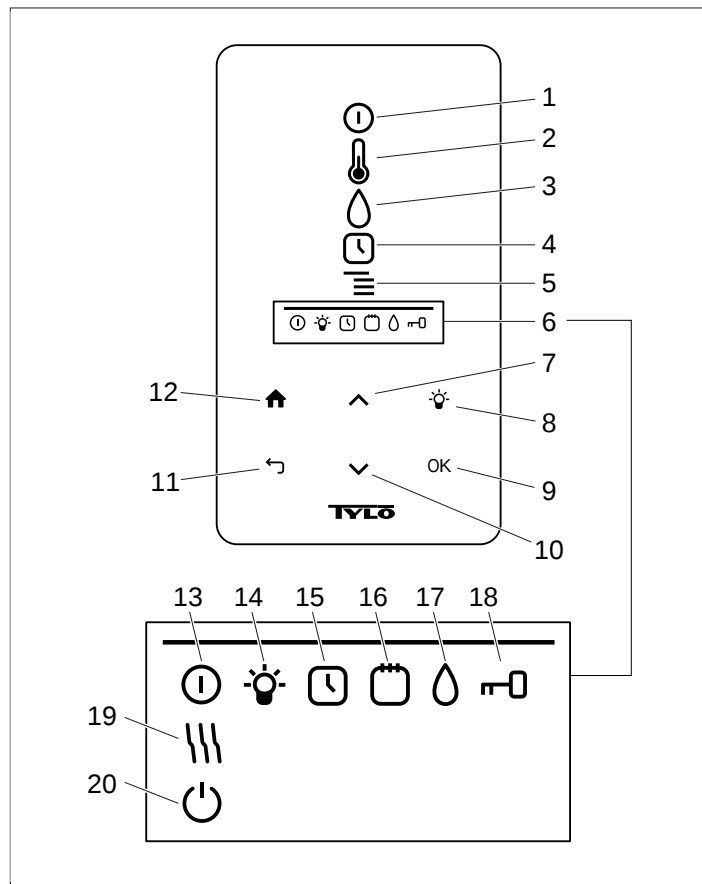
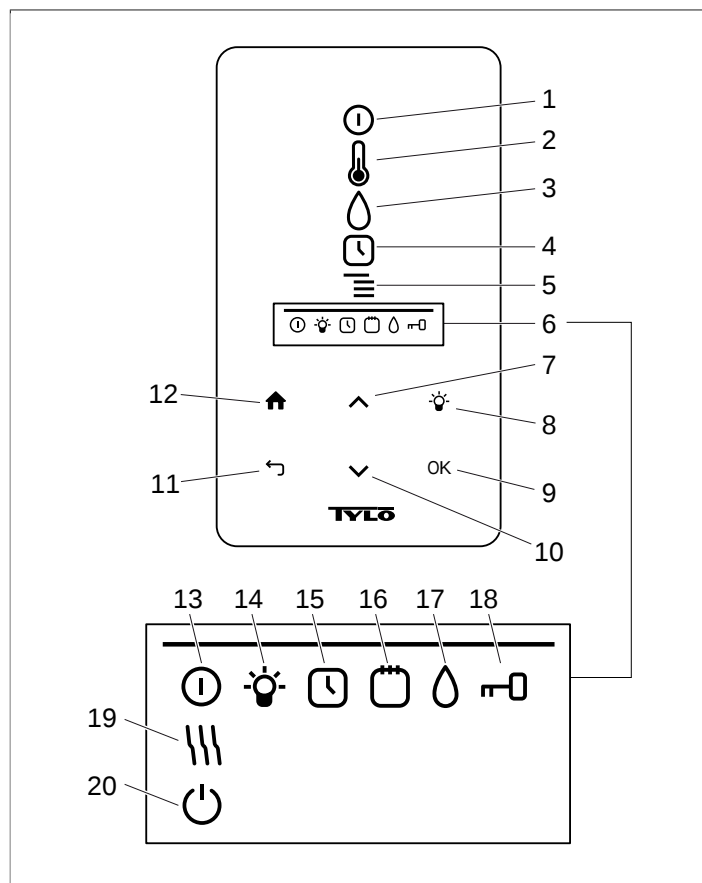

Рисунок 4: Основное меню
Рисунок 6: Основное меню
С помощью **ВВЕРХ** (см. **Рисунок 4** **Рисунок 6**, страница 3 пункт 6) и **ВНИЗ** (пункт 9) перемещение по меню.
С помощью **ВВЕРХ** (см. **Рисунок 4****Рисунок 6**, страница 3 пункт 6) и **ВНИЗ**(пункт 9) перемещение по меню.
3. Нажмите **ОК**. **ИНДИКАТОР ВКЛ/ВЫКЛ** загорается в **СТРОКЕ СОСТОЯНИЯ** (см. *Рисунок 4* *Рисунок 6*, страница 3), чтобы показать, что каменка включена.
Уровень воды в баке указывается в **РЕЖИМЕ ВЛАЖНОСТИ** (см.) в **СТРОКЕ СОСТОЯНИЯ** (см. *Рисунок 4* *Рисунок 6*, страница 3, пункт 6). Полностью заполненный символ показывает, что бак полный, наполовину пустой символ показывает, что бак заполнен наполовину, а мигающий пустой символ показывает, что бак пустой. Во время загрузки также отображается пустой бак с пульсирующим звуковым сигналом.